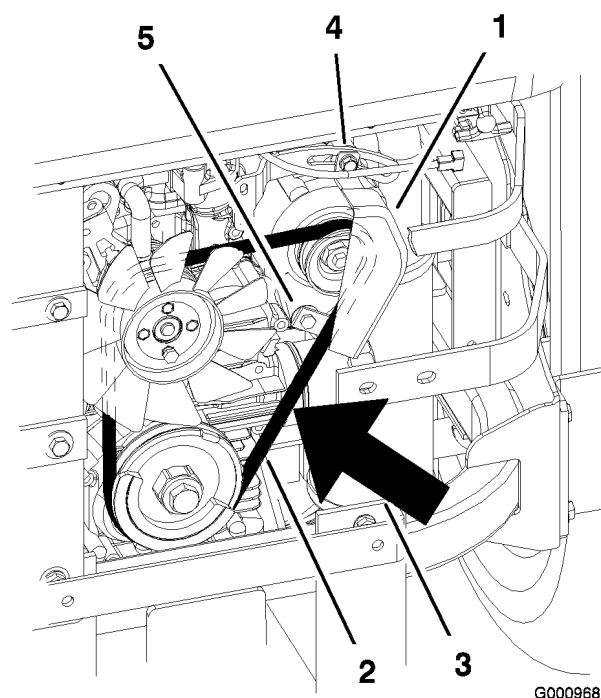

Figura 63
7. Allentate il bullone inferiore e togliete il bullone superiore che fissa l'alternatore ed il coperchio (Figura 63).
9. Montate la nuova cinghia attorno alle pulegge e all'alternatore (Figura 63).
14. Serrate il bullone inferiore e montate il bullone superiore che fissa l'alternatore ed il coperchio (Figura 63).
2. Regolate l'alternatore verso l'esterno fino ad ottenere una flessione della cinghia di 7-9 mm tra le pulegge del motore e dell'alternatore con una forza di 10 kgf (Figura 63).
5. Se la flessione è esatta, serrate i bulloni inferiore e superiore (Figura 63).